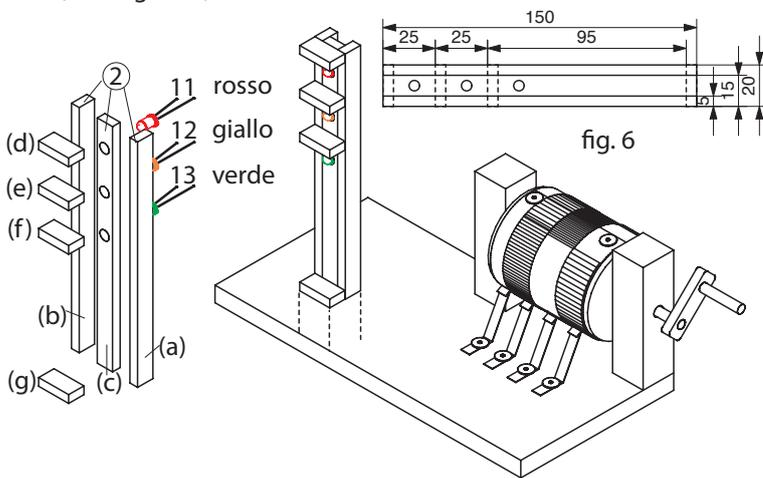

fig. 6
7. Incollare insieme le parti in legno a, b e c, come indicato. Incollare i componenti d, e ed f nella parte anteriore del semaforo (rispettare le quote fig. 6!) Incollare il semaforo sul piano di base nel punto assegnato. Per dare stabilità incollare la parte g davanti al semaforo. Inserire dal retro i LED (11, 12 e 13) nel listello (c) attraverso i fori (Ø 5 mm). (vedi figura 6)